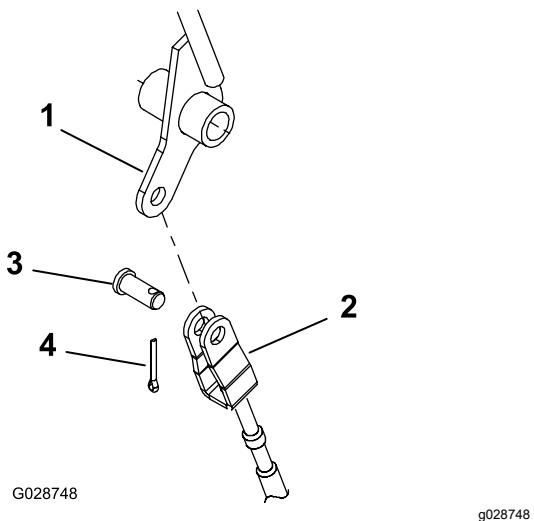

Рисунок 9
- Подсоедините вилку троса механизма отбора мощности к отверстию рычага механизма отбора мощности с помощью штифта с отверстием и шплинта (Рисунок 9).